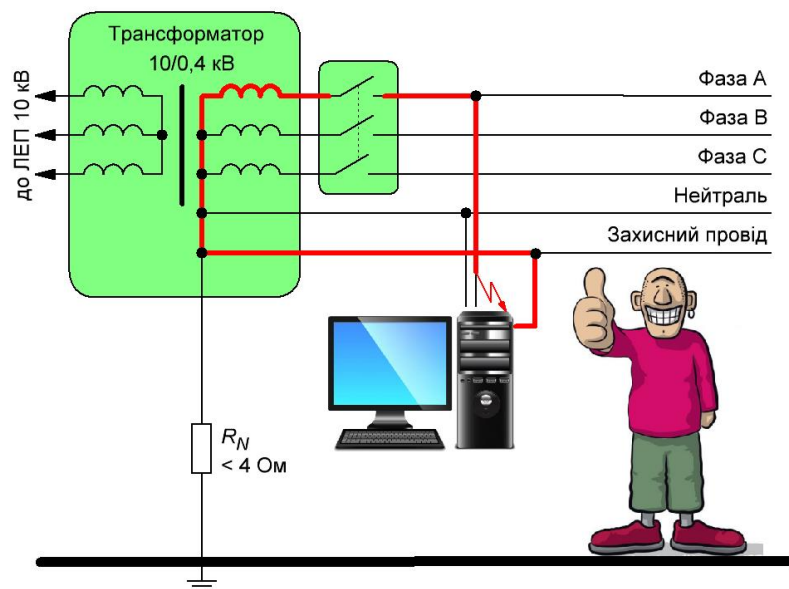

Рисунок 5 – Шлях протікання електричного струму при пошкодженні ізоляції в обладнанні з корпусом, зануленим за допомогою окремого захисного проводу
У цьому випадку для захисту людей від ураження електричним струмом використовують систему електропостачання, у яких захист виконується окремим захисним проводом, що позначається як РЕ (Protective Earthing). Механізм роботи цього проводу залежить від типу системи електропостачання. Наприклад, якщо захисний провід з'єднаний з нейтраллю трансформатора, то при пошкодженні ізоляції відбувається коротке замикання, що призводить до спрацювання захисту від перевантаження по струму та відключення пошкодженої ділянки (рис. 5).
Отже, «остання миля» системи електропостачання може мати 5 проводів (рис. 5): 3 фазні проводи (А, В, С), призначені для передачі енергії, нульовий провід (N), необхідний для зменшення розбалансування системи через нерівномірне навантаження на фази, та захисний провід (PE), що забезпечує захист людей від ураження електричним струмом. Однак не всі системи електропостачання будуються за таким принципом.